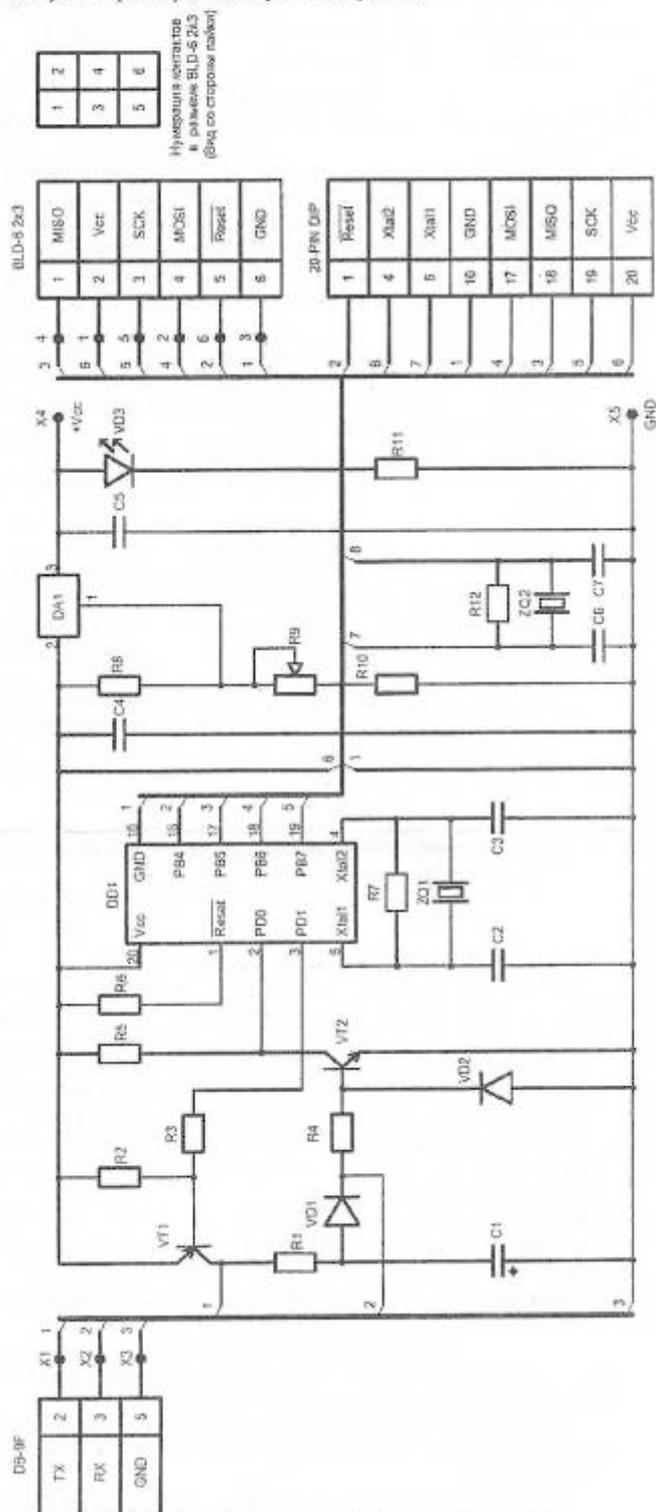

Рис.2 Схема электрическая принципиальная
Общий вид устройства представлен на рис.1, схема электрическая принципиальная – рис.2.
5. Используя шлейфы, распаяйте разъемы DB-9F (4-жильным) и BLD-6 2x3 (6-жильным). Нумерации контактов для распайки разъемов показаны на рис.2 и рис.5;